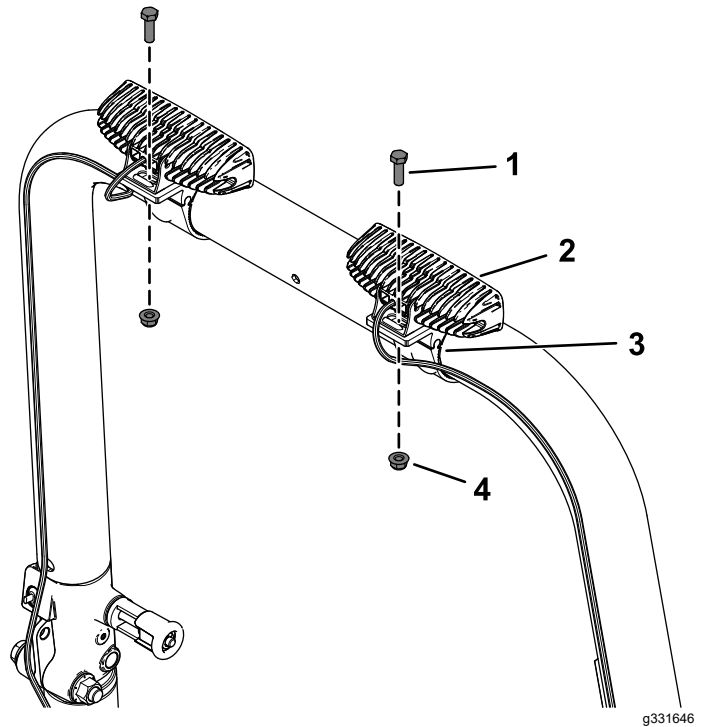

Bild 2
3. Befestigen Sie die beiden LED-Leuchten mit zwei Sechskantschrauben (5/16" x 1") und zwei Sicherungsmuttern (5/16") an den Rohrklammern, wie in Bild 2 dargestellt.